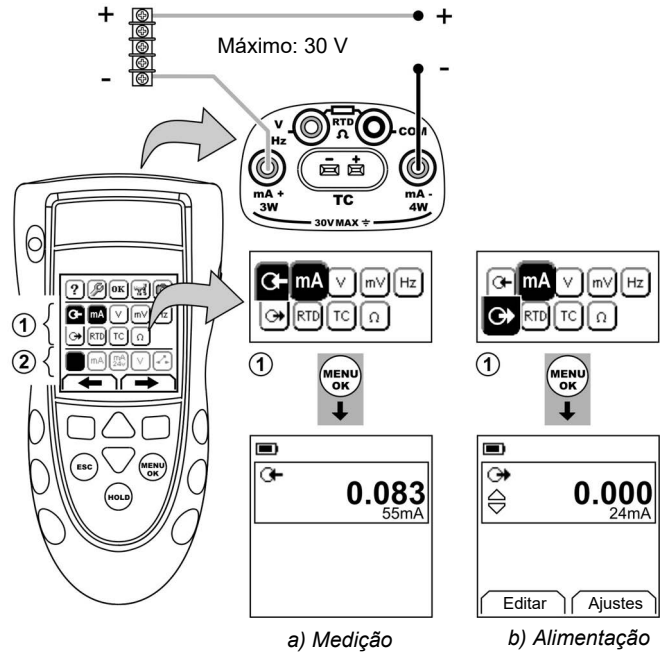

Figura 1: Exemplo de configuração: para medir/alimentar em mA com potência de loop externo (área 1)
1. Conecte o instrumento (Figura 1, 2 ou 3) e, se necessário, ajuste a *Configuração* (Tabela 1).